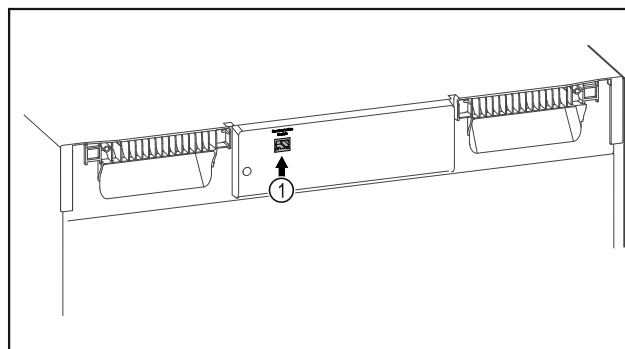

Fig. 127
- SmartModule Fig. 127 (1) on otettu käyttöön.